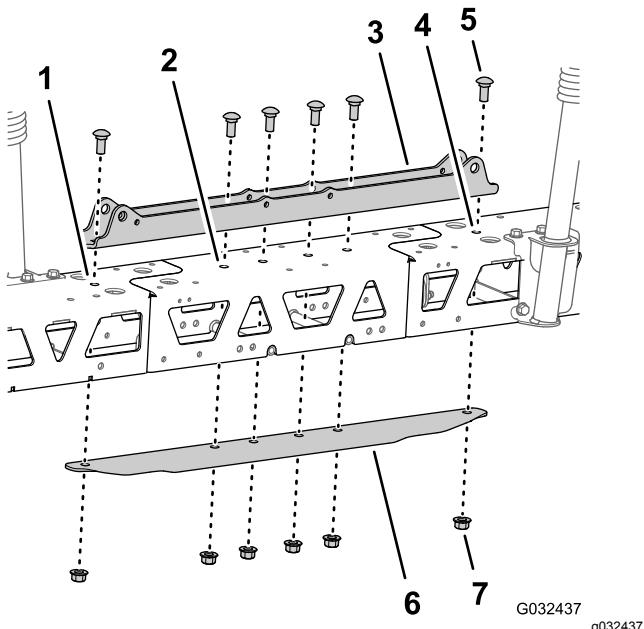

Figura 53
5. Allineate i fori sul supporto del cilindro con i fori sulla linea centrale del telaio della trave e l'estensione della barra centrale (Figura 53).
6. Inserite la piastra di ancoraggio sul telaio della trave e l'estensione della barra centrale e allineate i fori sulla piastra di ancoraggio con i fori sulla linea centrale del telaio delle travi e dell'estensione della barra (Figura 53).
7. Montate il supporto del cilindro, le travi, l'estensione della barra centrale e la piastra di ancoraggio con i 2 bulloni a testa tonda (1/2" x 1 1/4") e i 2 dadi di bloccaggio flangiati (1/2") che avete rimosso al passaggio 2 di Separazione delle travi della sezione di irrorazione centrale \(pagina 26\) e i 4 bulloni a testa tonda (1/2" x 1 1/4") e i 4 dadi di bloccaggio flangiati (1/2") del kit di finitura dell'impianto di irrorazione GeoLink (Figura 53).